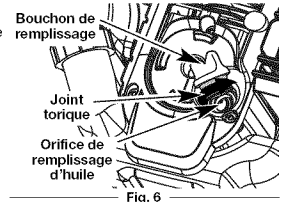

Fig. 6
3. Retirez le bouchon / la jauge d'huile du carter-moteur. Versez tout le contenu de la bouteille d'huile dans le carter-moteur (Fig. 6).